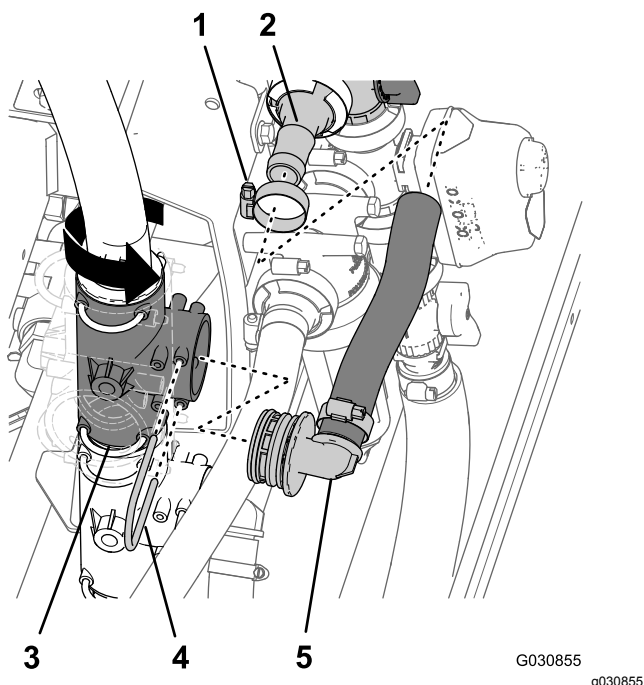

Figura 105
4. Ruotate il raccordo a T superiore sul lato sinistro della staffa del collettore di 90° in senso antiorario, come illustrato nella Figura 105.
5. Montate il flessibile di bypass dell'agitatore (1" x 10") sul raccordo dentellato diritto della valvola di bypass dell'agitatore (Figura 105).
6. Montate il mozzo del raccordo dentellato a 90° all'estremità del flessibile di bypass dell'agitatore (1" x 10") nel raccordo a T superiore sul lato sinistro della staffa del collettore (Figura 105) con il fermo che avete rimosso al passaggio 4 di Rimozione della valvola dell'agitatore, della valvola a sfera e dei flessibili (pagina 34).